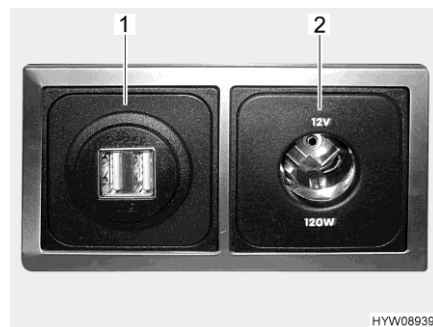

Fig. 69 Combinazione di presa USB e 12 V (esempio)
- Preso USB** È possibile caricare le batterie di dispositivi con corrente di carica fino a 2,5 A, collegando i dispositivi alla presa USB (Fig. 69,1).
- Preso a 12 V** La presa da 12 V (Fig. 69,2) consente di collegare apparecchi con consumo di corrente massimo pari a 10 A (potenza pari a 120 W).